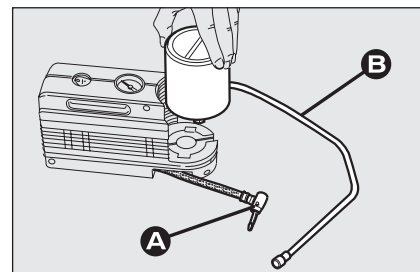

Abb. 14
- ☐ den Anschluss **A-Abb. 14** lösen;